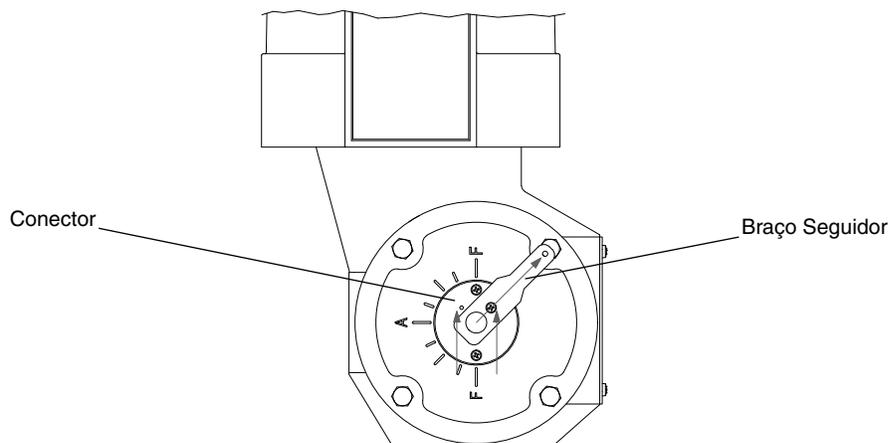

Figura 10 – Montagem do conector e do braço seguidor no atuador rotativo da válvula ĒL (configuração ar-para-abrir / falha-fecha)
- Instale o conector no garfo do atuador com os dois furos auxiliares voltados para cima (vide Figura 10). Aperte firmemente os dois parafusos que fixam o conector no garfo.